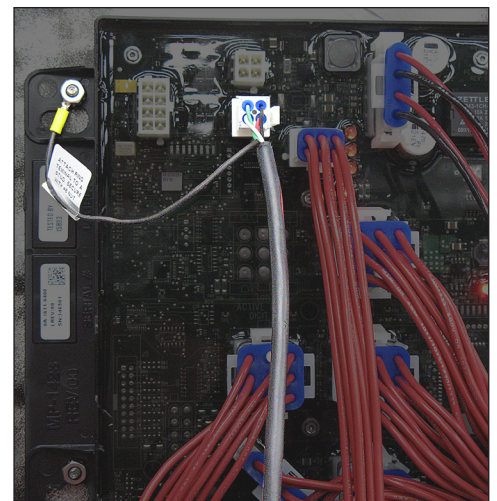

Figure 10: Câble ligne-à-ligne avec conducteur de drainage installé
2. Placez le conducteur de drainage du câble ligne-à-ligne sur le goujon supérieur gauche qui maintient le pilote en place, comme indiqué en **Figure 10**.